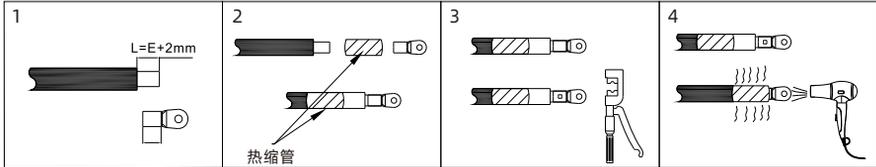

图 6.3 线缆压接端子示意图
1. 接线盒下侧防护采用防水硅胶垫，需要提前根据线缆外径进行切割处理，待线缆穿过后根据压线端子的规格确定剥线长度（建议20-25mm），用压线钳压好线材和端子，并分别连接到相应的通道，拧紧各端子的螺母。线缆压接请参照图6.3所示。